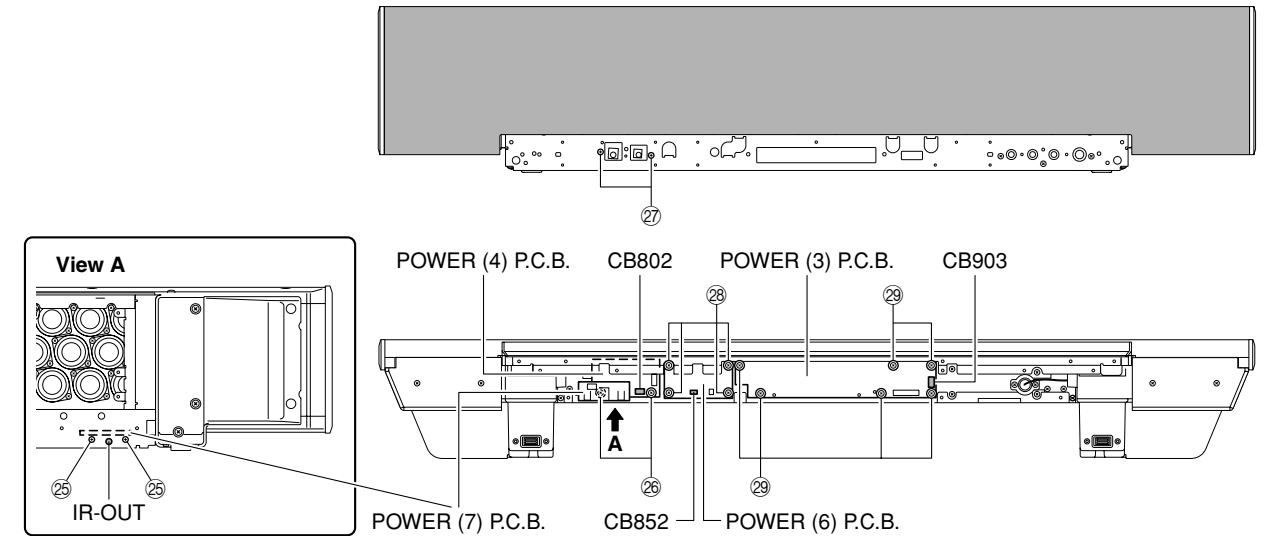

Fig. 12
- c. Remove 2 screws (25). (Fig. 12)
- d. Remove CB852. (Fig. 12)
- e. Remove the POWER (7) P.C.B.. (Fig. 12)
- f. Remove 2 screws (26) and 2 screws (27). (Fig. 12)
- g. Remove CB802. (Fig. 12)
- h. Remove the POWER (4) P.C.B.. (Fig. 12)
- i. Remove 4 screws (28). (Fig. 12)
- j. Remove the POWER (6) P.C.B.. (Fig. 12)
- k. Remove 6 screws (29). (Fig. 12)
- l. Remove CB903. (Fig. 12)
- m. Remove the POWER (3) P.C.B.. (Fig. 12)
- c. 25のネジ2本を外します。(Fig. 12)
- d. CB852を外します。(Fig. 12)
- e. POWER(7)P.C.B.を取り外します。(Fig. 12)
- f. 26のネジ2本、27のネジ2本を外します。(Fig. 12)
- g. CB802を外します。(Fig. 12)
- h. POWER(4)P.C.B.を取り外します。(Fig. 12)
- i. 28のネジ4本を外します。(Fig. 12)
- j. POWER(6)P.C.B.を取り外します。(Fig. 12)
- k. 29のネジ6本を外します。(Fig. 12)
- l. CB903を外します。(Fig. 12)
- m. POWER(3)P.C.B.を取り外します。(Fig. 12)